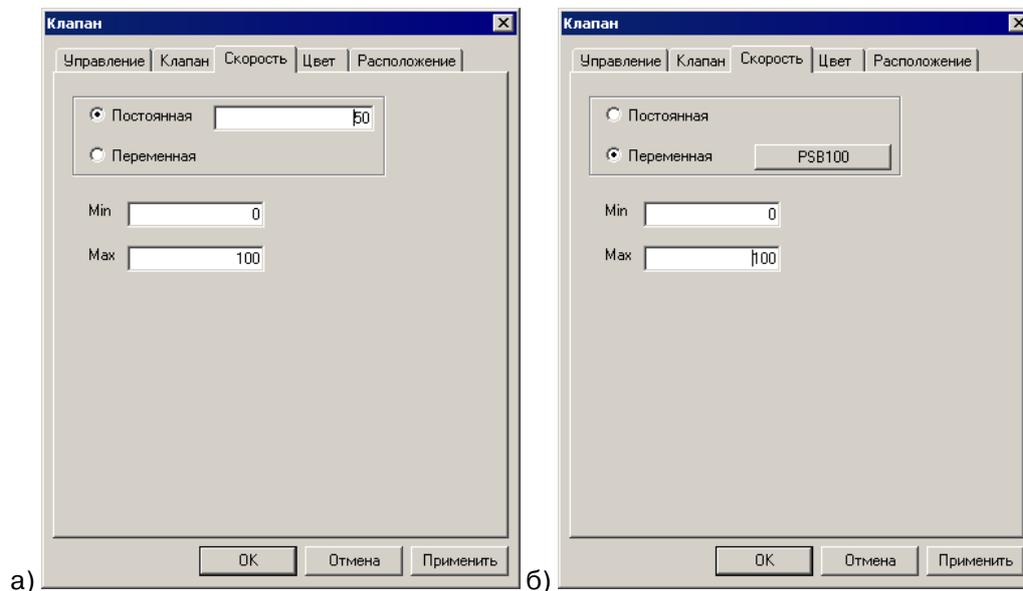
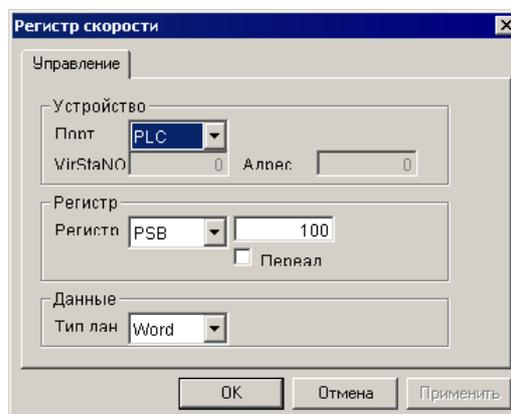

Рисунок 167
Рисунок 168
На вкладке «Скорость» (см. рис. 167) задаются параметры отображения скорости потока, проходящего через клапан (в открытом состоянии).
- отображения постоянной скорости отображаемого потока («Постоянная»); при этом в поле справа от переключателя следует указать условное числовое значение этой скорости (см. рис. 167, а);
- отображения переменной скорости отображаемого потока («Переменная»); при этом справа от переключателя становится доступна кнопка вызова окна (см. рис. 167, б) управления, в котором задается регистр данных, контролирующий высокое или низкое значения отображаемой скорости потока, см. рис. 168 (приемы работы с окном описаны в п. 4.1.7); собственно значения скорости (в условных единицах) задаются в полях «Min» и «Max» (см. рис. 167, б).
- отображения переменной скорости отображаемого потока («Переменная»); при этом справа от переключателя становится доступна кнопка вызова окна (см. рис. 167, б) управления, в котором задается регистр данных, контролирурующий высокое или низкое значения отображаемой скорости потока (приемы работы с окном описаны в п. 4.1.7); собственно значения скорости (в условных единицах) задаются в полях «Min» и «Max» (см. рис. 167, б).